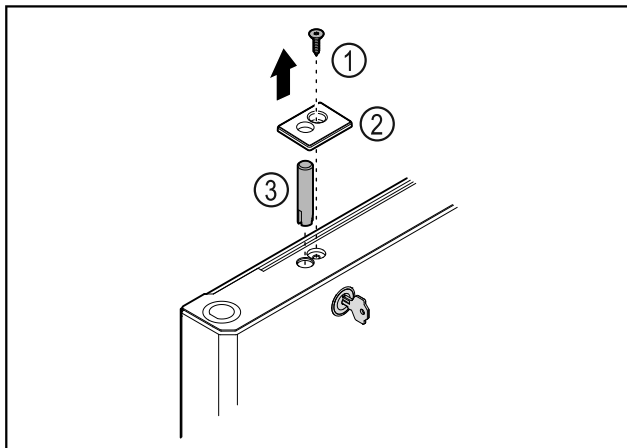

Fig. 38
- Wyciągnąć śrubę Fig. 38 (1).
- Ostonkę Fig. 38 (2) podważyć małym śrubokrętem i zdjąć.
- Wykręcić śrubę zamka Fig. 38 (3).